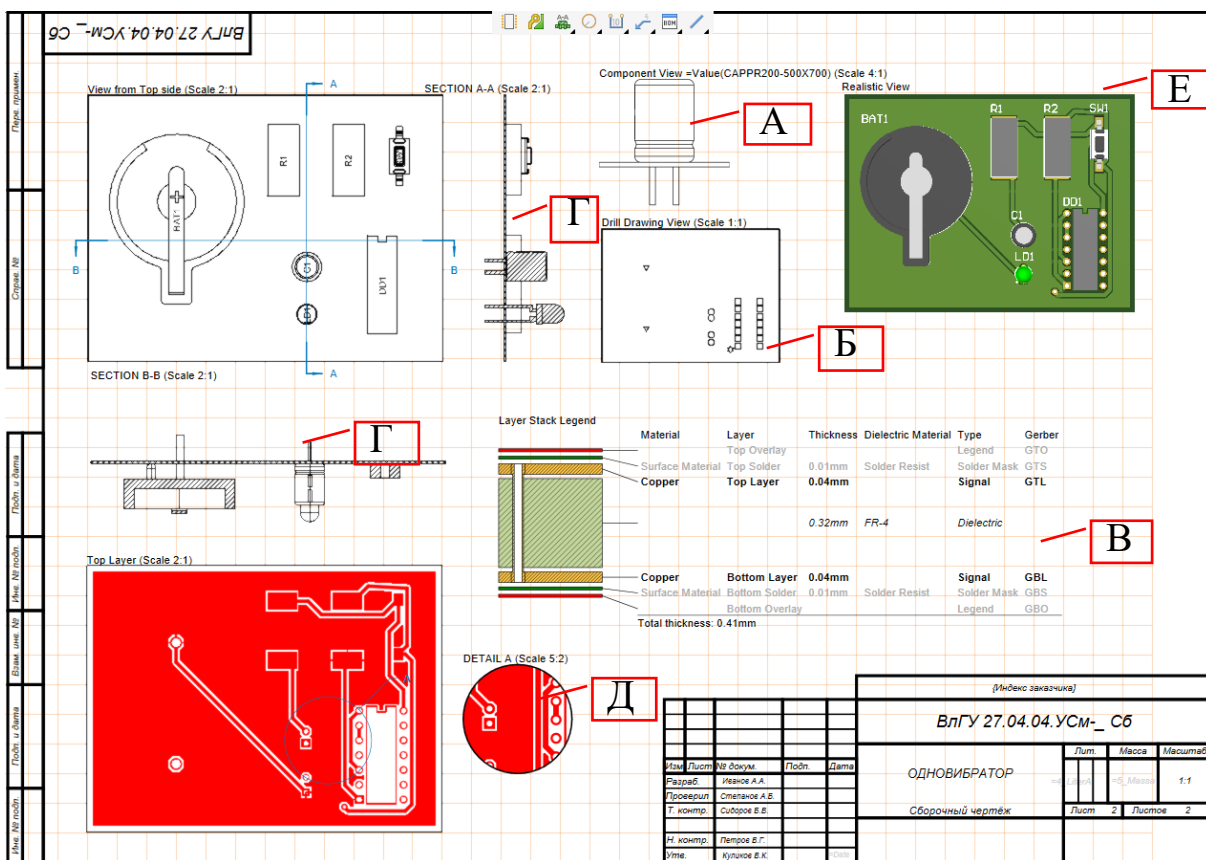

Рис. 3.61. Примеры дополнительных возможностей для построения чертежа
- 1) вид одного из компонентов *Component View* (рис. 3.61, а);
- 2) чертеж расположения сквозных отверстий *Drill Drawing View* (рис. 3.61, б);
- 3) вид стека платы *Layer Stack Legend* (рис. 3.61, в);
- 4) разрез на сборочном чертеже *Board Section View* (рис. 3.61, г);
- 5) дополнительный вид – круг *Circle area detail view* (рис. 3.61, д) или прямоугольник, чтобы в масштабе показать определенную область вида;
- 6) реалистичное изображение платы *Board Realistic View* (рис. 3.61, е).